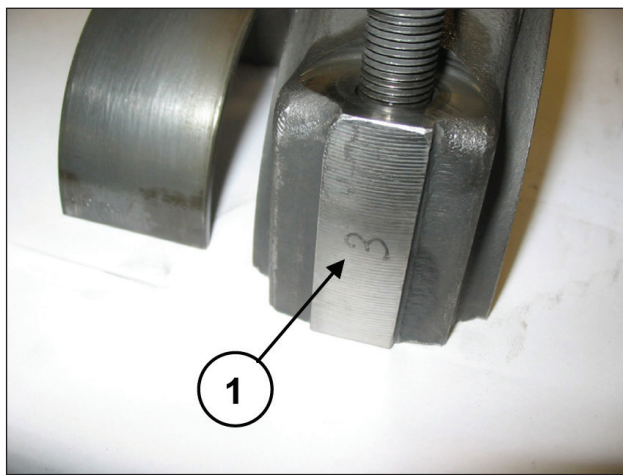

图25
为了避免可能出现的错误，连杆帽和半连杆在一侧有编号（部件号①，图25）。